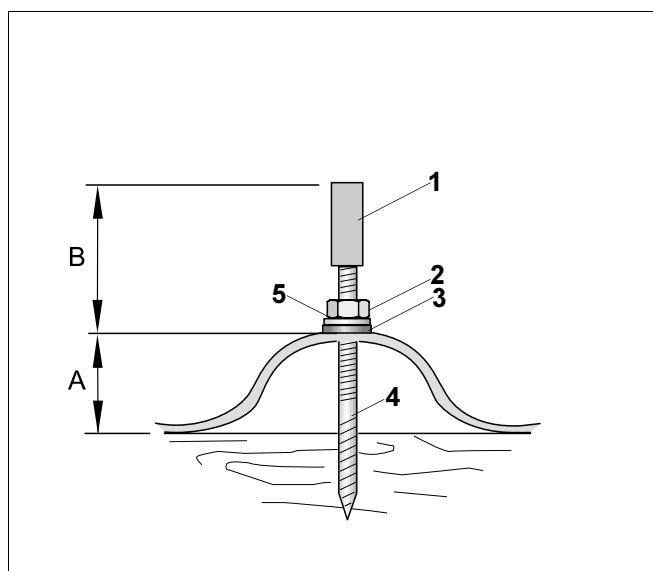

Fig. 7 Șurub de ancorare montat pe acoperișul cu plăci ondulate
- Înșurubați șurubul de ancorare până se atinge cota B (vezi Tab. 2 și Fig. 7).
- La înșurubarea șuruburilor de ancorare, cota B (Tab. 2 și Fig. 7) trebuie să fie egală la toate șuruburile de ancorare.
- Strângeți piulița (Fig. 7, **Poz. 2**), până ce șaiba de etanșare (Fig. 7, **Poz. 3**) se așează complet pe acoperiș. Prin aceasta se etanșează gaura.